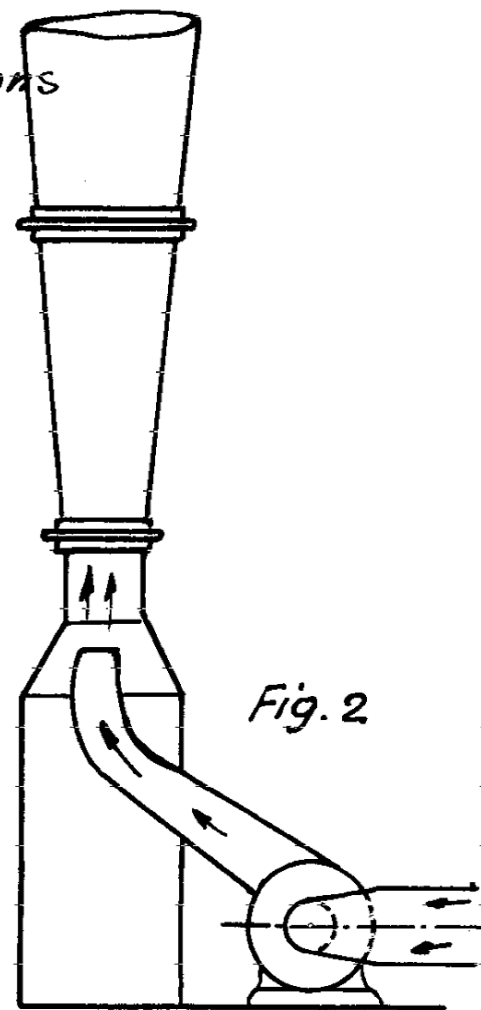
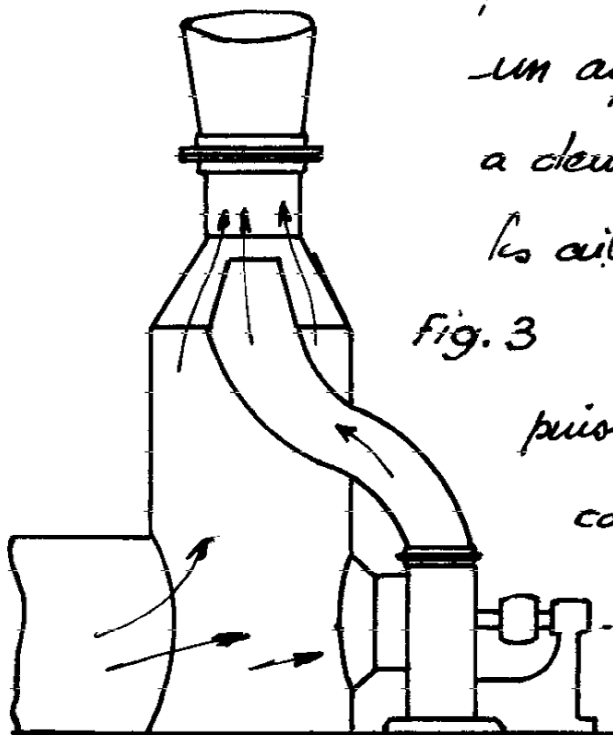

Fig. 2
Fig. 3 Pour les installations à faible
comme Fig. 2 et Fig. 3.
b) la ratissette Fig 2. (tige acier doux $\phi = 12$ courbée à l'une de ses extrémités de façon spéciale, et à l'autre en anneau de $\phi = 30$) elle sert à ratisser le charbon réparti sur la forge, à le rassembler pour une meilleure utilisation. On peut également forger
c) la mouillette Fig. 3 (tige d'acier doux de $\phi = 12$ dont les deux extrémités sont terminées par des anneaux, à l'anneau le plus grand on fixe soit un chiffon soit de préférence du chanvre) la mouillette a sa place dans le bac à eau, dont elle ne sortira que pour arroser le feu, dans le double but de le refroidir et d'activer la combustion.
Fig.2 à la forge.
On emploiera le coke à la forge pour le chauffage de grosses pièces, on dispose Fig.2 un premier lit de coke au dessus de la tuyère, on pose la pièce et l'on recouvre le tout de charbon, on obtiendra ainsi une meilleure chauffe en évitant l'enfoncement de la pièce sur la tuyère ce qui ne manquerait pas de se produire avec la houille.
amorces fig 1 et fig. 2